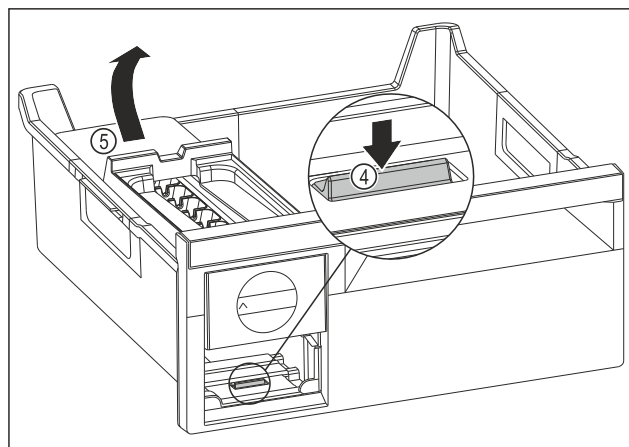

Fig. 82
- ▶ Vyjmutí korpusu EasyTwist-Ice: Lamelu Fig. 82 (4) zatlačte prstem směrem dolů a zároveň nadzvedněte druhou rukou korpus EasyTwist-Ice Fig. 82 (5) zezadu.